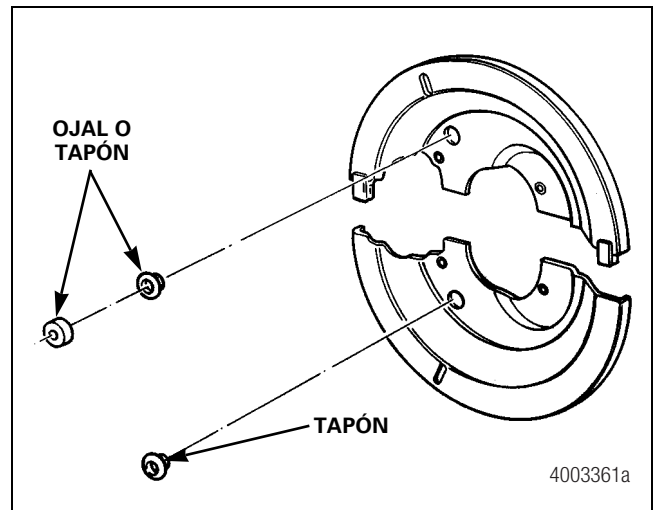

Figura 13.16
- En ejes sin ABS, introduzca tapones en ambos agujeros. Figura 13.16.